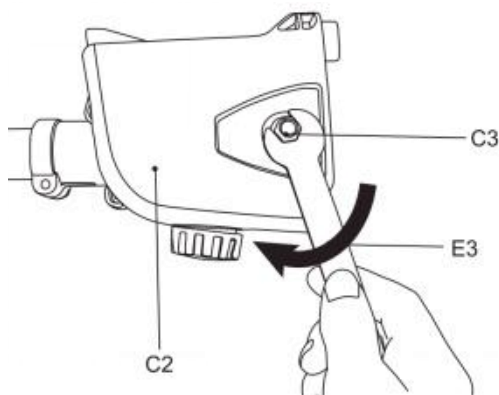

Fig. 12
8) Załóż ponownie pokrywę (C2), zamontuj tylną część pokryw, a następnie przednią, upewniając się, że sworzeń jest na swoim miejscu. Lekko dokręć pozostałą nakrętkę (C3) za pomocą klucza montażowego (E3) (rys. 12). Nie dokręcaj nakrętek całkowicie, ponieważ najpierw należy naciągnąć łańcuch piły.